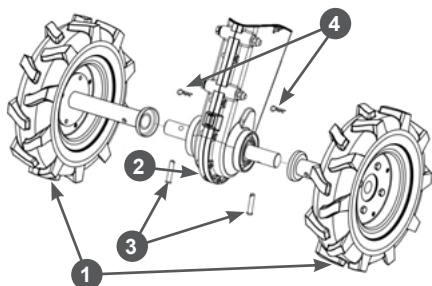

Рис. 3 Установка колес
3. Установите колеса 1 с осями в сборе 2 на выходной вал коробки передач 2 (Рис. 3). Закрепите оси пальцами 3 и шплинтами 4 (Рис. 3).